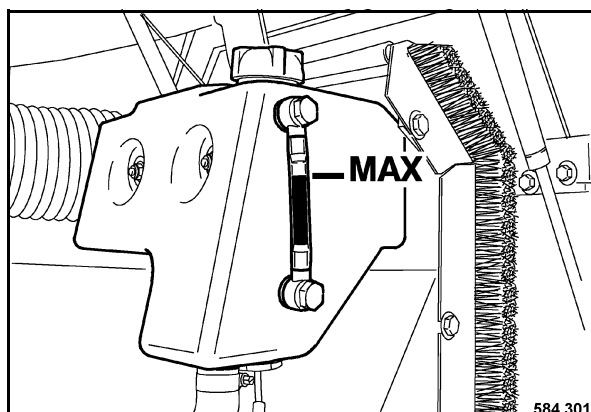

Fig. 207
- Desenroscar la tapa de cierre (Fig. 207) del recipiente de compensación.